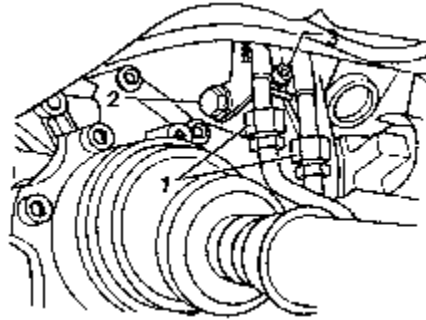

图 8-43 拆卸 ATF 管支架和管路
(18) 如图 8-43 所示，拆开到 ATF 散热器的管路，随后用干净的堵盖堵上 ATF 管路。